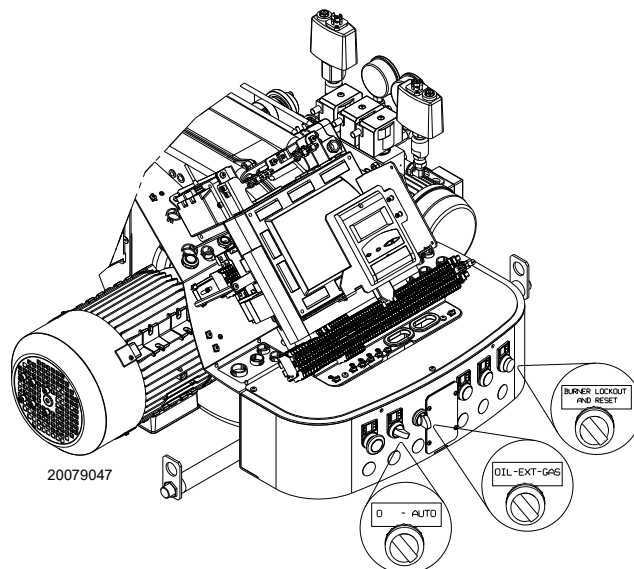

Рис. 29
Установите переключатель **OIL-EXT-GAS** (Рис. 29 на стр. 34) в положение **OIL** для выбора дизельного топлива. Замкните термостаты/реле давления и установите выключатель (Рис. 29 на стр. 34) в положение **AUTO**.
- Установите выключатель Рис. 29 в положение «0» и подождите, пока автомат горения не выполнит процедуру отключения.
Замкните дистанционные регуляторы и установите переключатель (Рис. 29 на стр. 34) в положение **ON**.
Установите переключатель (Рис. 29 на стр. 34) в положение **GAS** для выбора газового топлива.
- 1 при помощи переключателя (Рис. 29 на стр. 34);
- 2 при помощи дистанционного селекторного переключателя, подключенного к главному клеммнику. Установка переключателя (Рис. 29 на стр. 34) в положение **EXT** активирует функцию дистанционного выбора топлива. В этом положении, в отсутствие